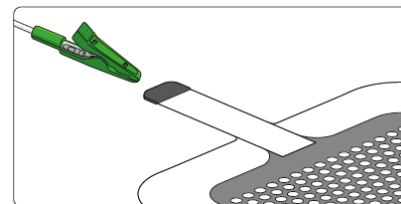

Figura 19. Collegare l’elettrodo di medicazione alla clip
4. Collegare il cavo cerotto all’elettrodo di medicazione mediante la clip (v. *Figura 19*). È possibile collegare la clip in qualsiasi senso.